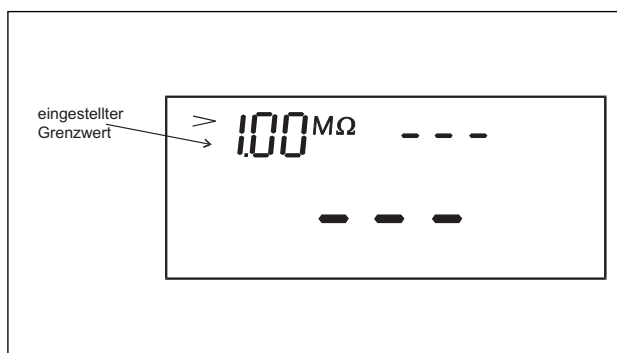

Abb.7.13
- COMMANDER 1 mit dem UNITEST MACHINEmaster verbinden, das Messgerät einschalten und den Schalter **Messfunktion** auf die Position **R_{ISO} 500V** (9) stellen. Siehe Abb. 7.13.
- COMMANDER 2 mit dem UNITEST MACHINEmaster verbinden, das Messgerät **einschalten** und den Schalter **MESSFUNKTION** auf die Position **R_{ISO} 500 V** (9) stellen. Siehe Abb. 7.13.